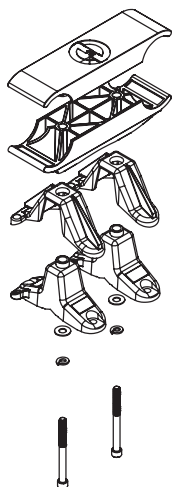

Figure 3
- Placez la **bride pour tube inférieure** sur le dessus des tubes et, à l'aide d'une **clé hexagonale** de ¼ po (6 mm), fixez l'**ensemble de la bride de montage** avec un **boulon d'ancrage** de 3,5 po (8,9 cm), comme indiqué à la **figure 3**
2. Placez la **bride pour tube inférieure** sur le dessus des tubes et fixez-la avec l'**ensemble de la bride de montage** et le **boulon d'ancrage** de 3,5 po (8,9 cm), comme indiqué à la **figure 3**.